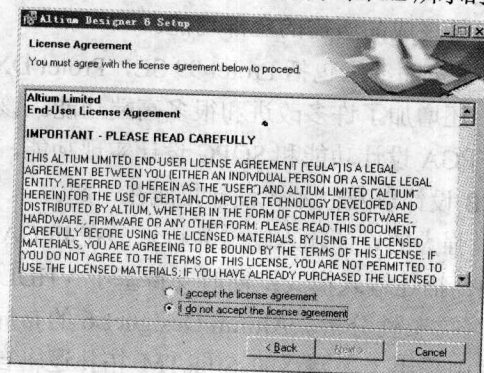

图 1.2 “License Agreement”视图
- （2）单击安装向导欢迎窗口的“Next”按钮，显示如图 1.2 所示的“License Agreement”视图。